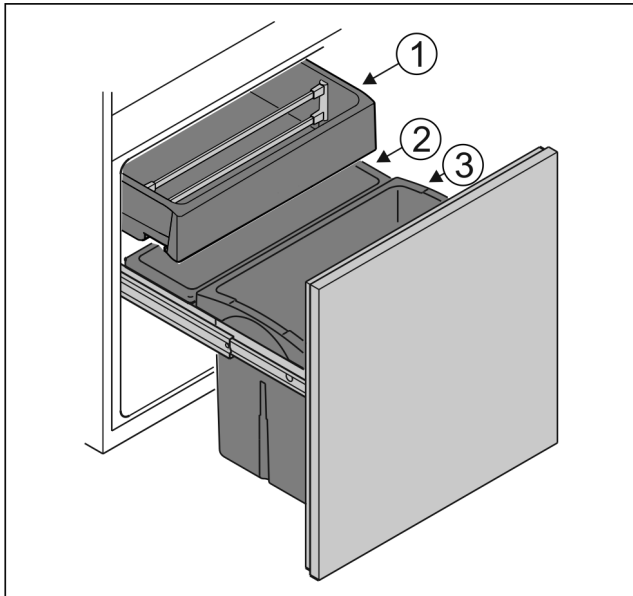

Fig. 71
- ▶ Behälter Fig. 71 (1): Unverpacktes Gemüse und Südfrüchte lagern.
- ▶ Behälter Fig. 71 (2): Unverpackte kleine Obst- und Gemüsesorten lagern.
- ▶ Behälter Fig. 71 (3): Einzelne Flaschen lagern.